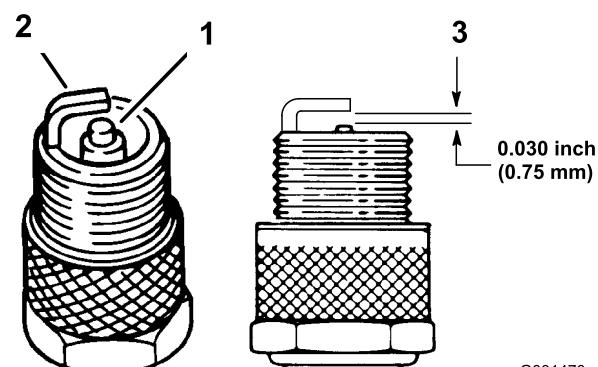

Figure 31
3. Contrôlez l'écartement entre l'électrode centrale et l'électrode latérale (Figure 31). Courbez l'électrode latérale (Figure 31) si l'écartement est incorrect.
3. Connectez les bougies (Figure 31).